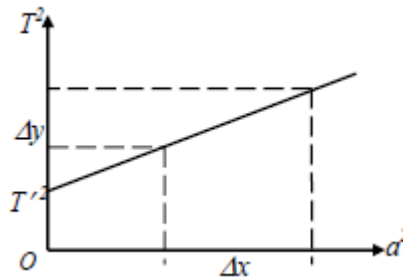

Рис.1
Если теорема Штейнера справедлива, то график зависимости $T^2 = f(a^2)$ должен быть прямой. Тангенс угла наклона (рис. 1) $\tan \varphi = \frac{\Delta y}{\Delta x}$, с другой стороны, из уравнения (15)